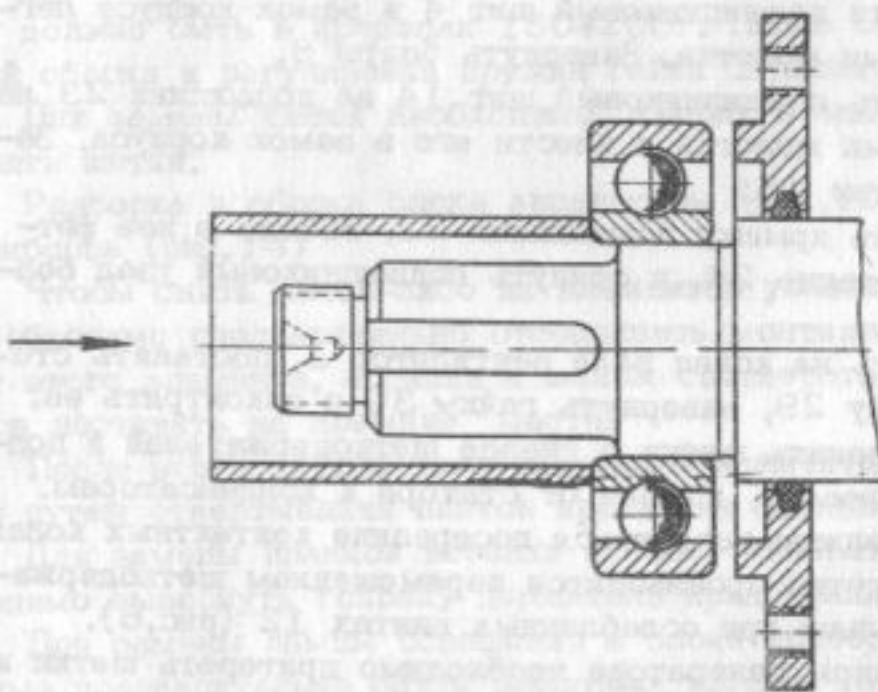

Рис. 21. Оправка
2. Надеть на вал подшипники 7 и 23 при помощи трубчатой оправки (рис. 21) и заложить в них смазку, в количестве 5-7 см³.